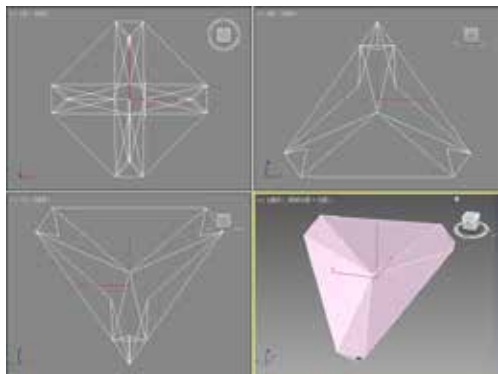

图 2-79 设置异面体参数
STEP 04 设置系列参数的 P 值为 0.8、轴向比率的 P 值为 100、Q 值为 50、R 值为 80，效果如图 2-79 所示。